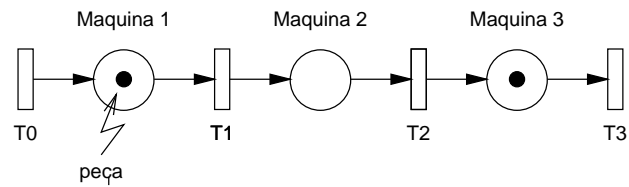

Figura 2: Rede de Petri associada a uma seqüência de produção.
2. Divisão: por exemplo, uma única peça é cortada dando origem a duas outras peças com na figura 2. O fim da operação em P_1 consiste em separar 1 artigo (M_1) para criar 2 outros. Note que as fichas em P_2 e P_3 serão criadas instantaneamente no disparo de T_2 .